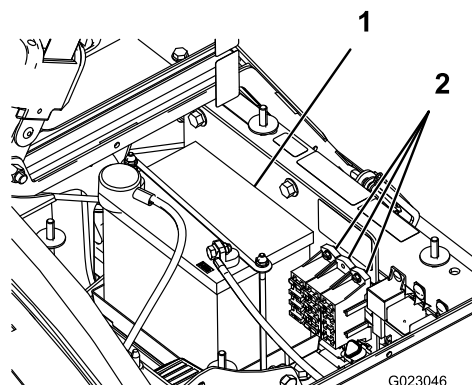

图 49
电气系统中有 2 个保险丝模块和 1 个插槽。它们都位于座椅下面 图 49。
2. 电池位于机器右侧泵的后方 图 49。
5. 拆下电池固定装置和紧固件 图 49。
2. 安装电池固定装置并使用之前拆下的紧固件进行固定 图 49。
4. 安装电池盖使用 2 个旋钮固定 图 49。
1. 松开电池盒两侧的旋钮取下电池盖 图 49。